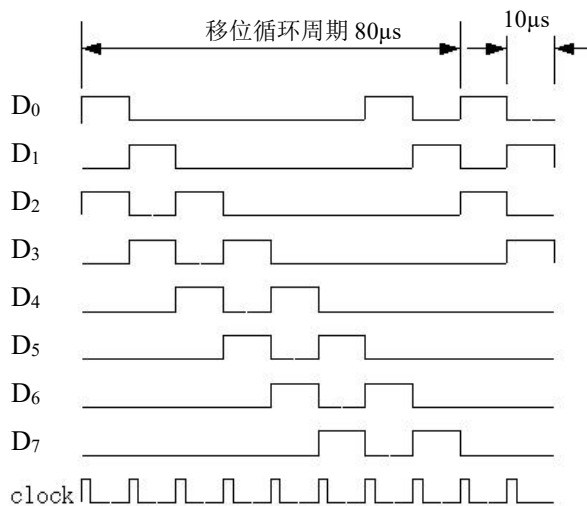

图 2 数字信号发生电路循环输出时序波形
(1) 设计制作 8 位数字信号发生电路，可产生 8 位并行移位循环输出的 TTL 电平信号，TTL 电平的外输入移位时钟 clock 信号频率为 100kHz， $D_0 \sim D_7$  循环输出的时序波形如图 2。 (20 分)